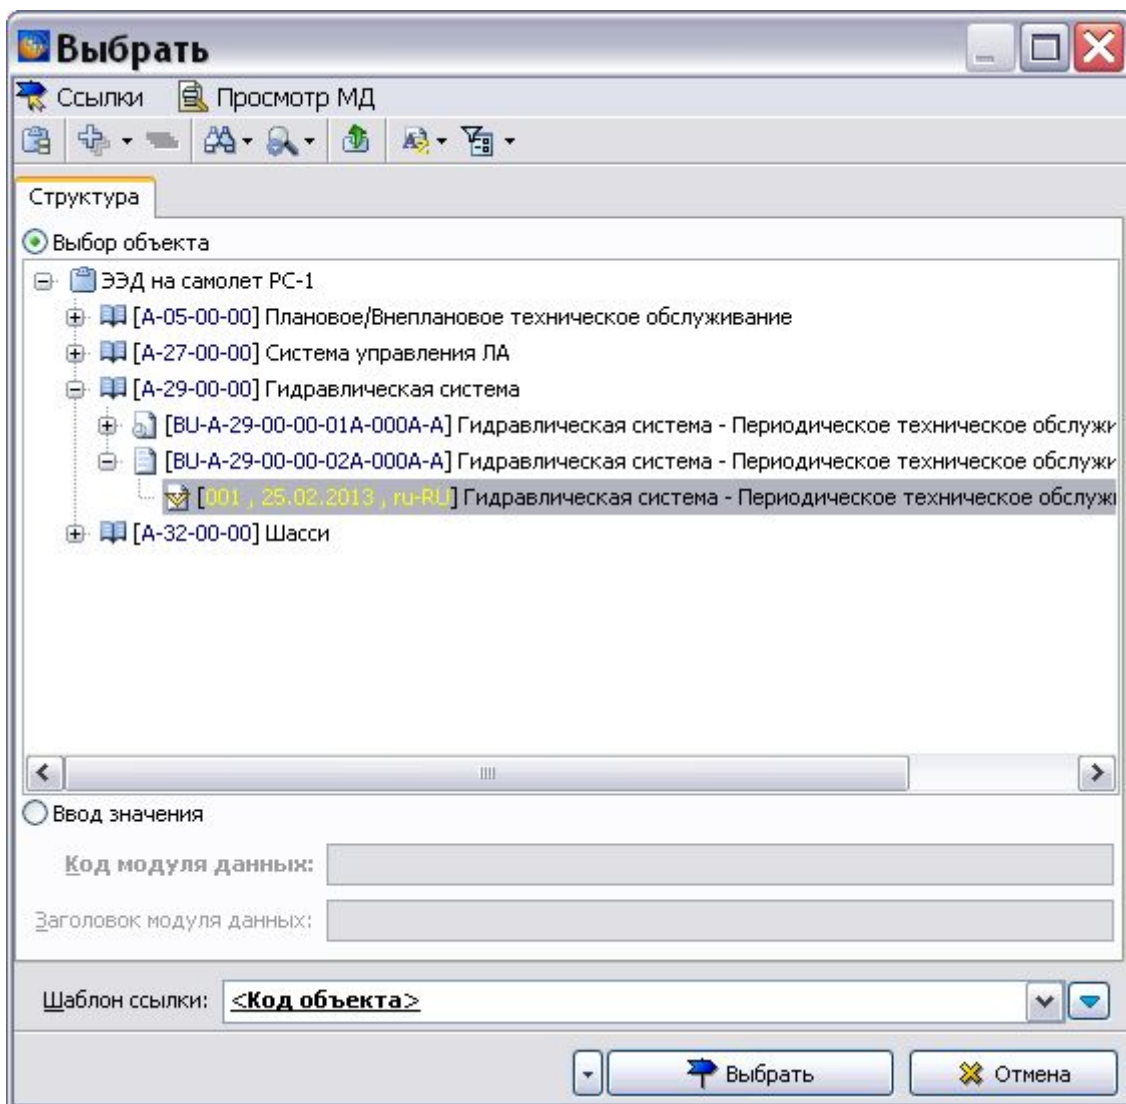

Рис. 8.131
2. Нажмите на кнопку **Заменить** или в меню **Обработка** выберите пункт **Заменить**. После этого появится окно **Выбрать** со структурой проекта (Рис. 8.131).
3. Выберите для ссылки версию МД с измененным кодом (Рис. 8.131).